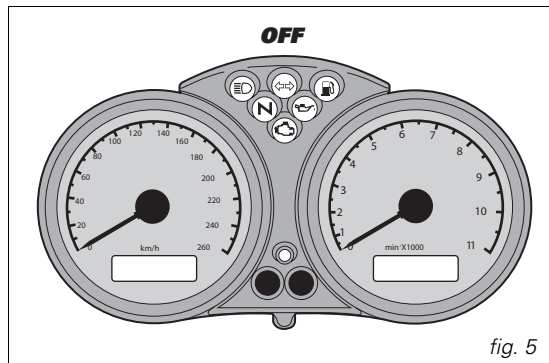
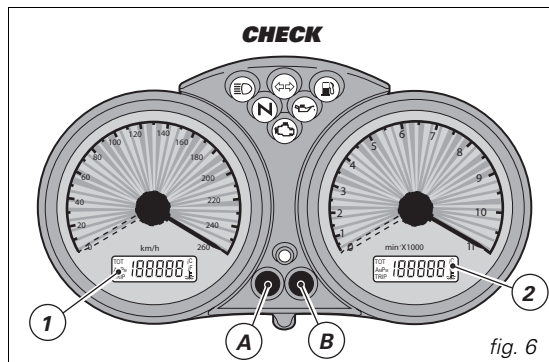

fig. 5
fig. 6
Na altura do arranque (chave da posição **OFF** à posição **ON**), o painel de instrumentos realiza um **controlo** de todos os instrumentos (ponteiros, ecrãs, luzes indicadoras) (fig. 5 e fig. 6).
Pressionando o botão (B, fig. 6) com a chave na posição **ON**, alterna-se a visualização entre os conta-quilómetros parcial e total.
Mantendo o botão (B, fig. 6) pressionado durante mais de 2 segundos quando a unidade está na função **TRIP** (conta-quilómetros parcial), faz-se o ajuste a zero no ecrã (LCD 1).
Pressionando o botão (A, fig. 6) com a chave na posição **ON**, são exibidos o relógio e a temperatura do óleo.
Pressione o botão (A, fig. 6) durante pelo menos 2 segundos.
Escolha entre AM e PM pressionando o botão (B, fig. 6). Pressione o botão (A) para passar à regulação da hora. Pressione (B) repetidamente para alterar a indicação da hora. Pressione o botão (A) para passar à regulação dos minutos.
Pressionando a tecla (B, fig. 6) antes de passados 5 segundos da colocação da chave na posição **ON**, cada pressão desta tecla irá corresponder a uma variação da intensidade luminosa do painel de instrumentos.